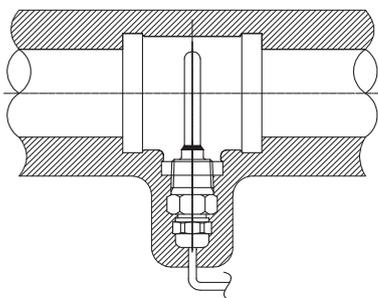

図26 保温施工範囲
**重要!!** ● 感温部の測定誤差を防ぐため『図26 保温施工範囲』に示すように斜線部を保温してください。